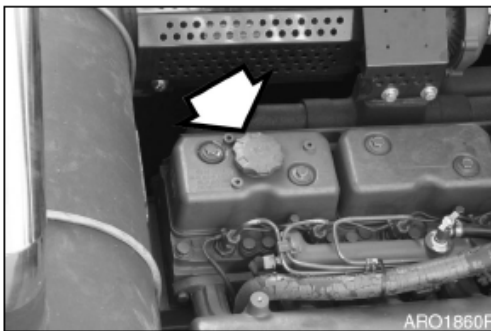

Figura 49
4. Rellene el motor con el aceite correspondiente a través de la boca de llenado(Figura 49).. Consulte la tabla de lubricación de este manual para conocer el aceite recomendado según el tipo de operación a efectuar.